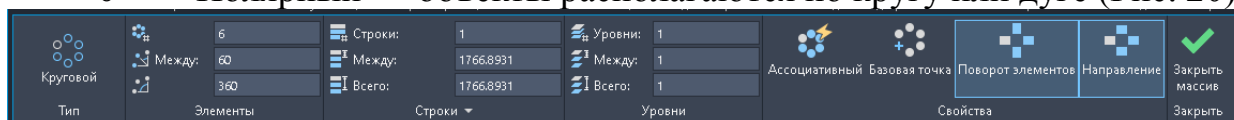

Рисунок 20 – Диалоговое окно для варианта полярного массива
- Полярный — объекты располагаются по кругу или дуге (Рис. 20).